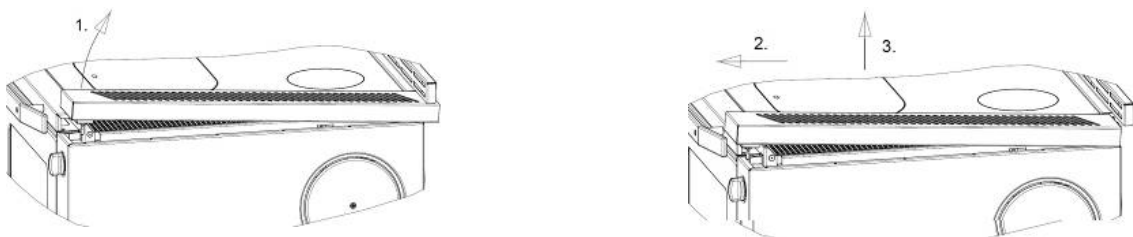

Bild 5
1. Edelstahl Schutzgitter hochheben (Bild 5)